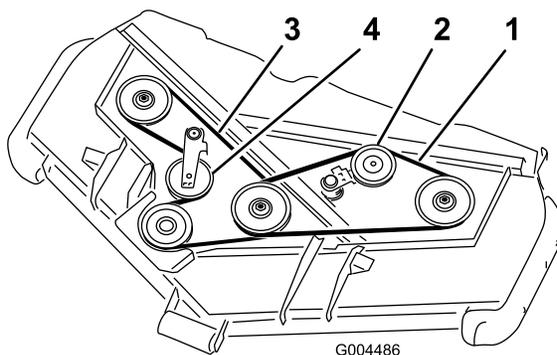

図 58
3. バールなどの工具を使って上ベルト用アイドラ・プーリ (図 58) をベルトから引き離してベルトの張りをなくす。
4. 図 58 のように、ギア・ボックス・プーリ、下ベルト用スピンドル・プーリ、アイドラ・プーリに新しいベルトを回しかける。
5. 図 58 のように、上ベルト用スピンドル・プーリとアイドラ・プーリ・アセンブリに新しいベルトを回しかける。